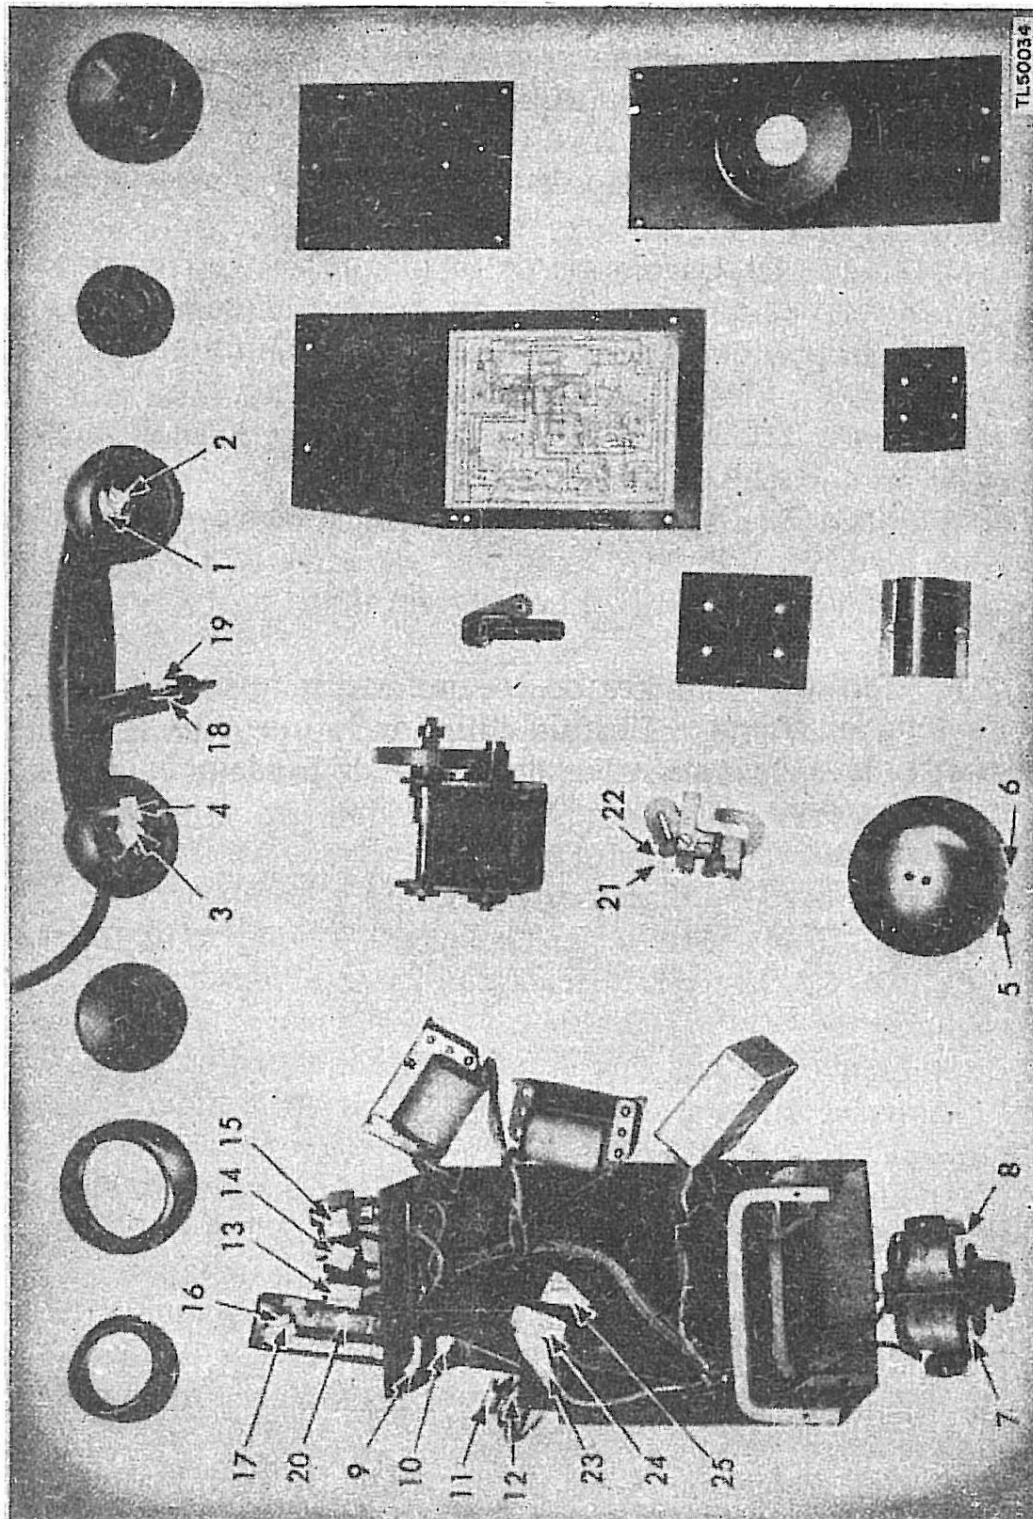

Figure 23. Téléphone EE-8-A démonté et masqué
- (1) Les points contacts électriques de l'écouteur (fig. 23) (1) et (2) et sur le micro (fig. 23) (3) et (4).
- (2) Les deux points où le battant frappe le timbre (fig. 23) (5) et (6).
- (3) Les contacts du noyau sur les bobines de sonnerie (fig. 23) (7) et (8).
- (4) Les contacts de piles (fig. 23) (9), (10), (11) et (12).
- (5) L'écrou de jack (fig. 23) (13), (14) et (15).
- (6) Les contacts à ressort du levier commutateur et de la pédale de combiné (fig. 23) (16), (17), (18) et (19).
- (7) L'ouverture au-dessous du commutateur à vis (fig. 23) (20).
- (8) Les points de contacts sur l'articulation à ressort de la magnéto (fig. 23) (21) et (22).
- (9) Les bornes à cosse des trois conducteurs de la magnéto (fig. 23) (23), (24) et (25).